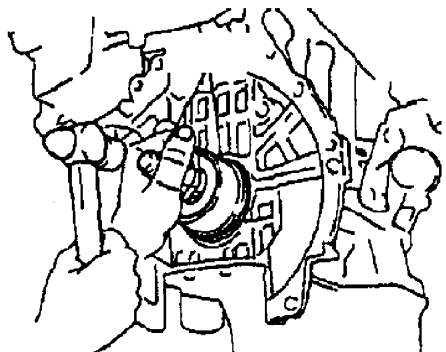

图 1-16 安装后油封
② 使用专用工具及锤子，轻轻地将新油封敲入，直到其表面与安装孔端面边缘齐平为止，如图 1-16 所示。